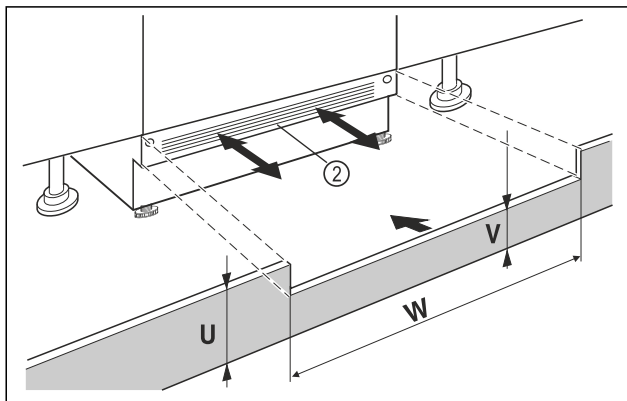

Fig. 96 Ενδεικτική απεικόνιση
- Τοποθετήστε τη μπάζα συσκευής Fig. 96 (2) αλλά μην την στερεώνετε ακόμη.
- Με την μπάζα Fig. 96 (2) ορατή, τραβήξτε την τόσο προς τα εμπρός, ώστε η μπροστινή ακμή του πλέγματος αερισμού και η μπάζα του επίπλου να είναι σε μία ευθεία.
- Με την μπάζα Fig. 96 (2) κρυμμένη, σπρώξτε την τελείως προς τα πίσω.
- Βεβαιωθείτε ότι είναι τελείως ελεύθερες οι σχισμές αερισμού: Εάν χρειάζεται, κόψτε στο σωστό ύψος την μπάζα του επίπλου Fig. 96 (U)!
- Προσαρμόστε κατά μήκος του πλάτους της εσοχής Fig. 96 (W) το ύψος του στηρίγματος Fig. 96 (V) κάτω από την μπάζα της συσκευής Fig. 96 (2).